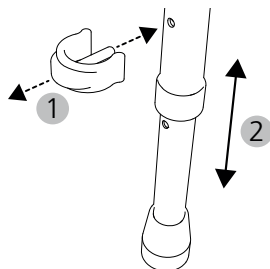

Abb. 9
1. Am Teleskopbein den Stift-Clip herausziehen (Abb. 9, 1).
2. Das Teleskopbein auf die gewünschte Länge einstellen (Abb. 9, 2). Innenrohr und Außenrohr dabei auf Lochdeckung bringen.